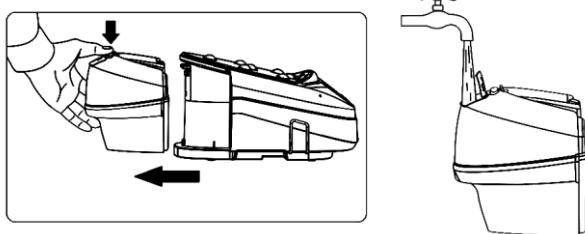

figura 1
2. Apăsați butonul de decuplare a rezervorului de apă și scoateți rezervorul de apă, vezi figura 1